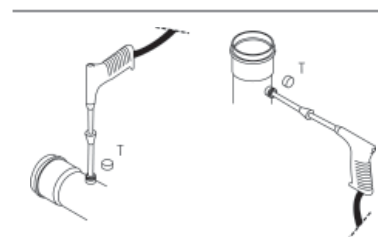

Fig. 5.d
1. togliere il tappo T dal tronchetto d'ispezione del tubo di scarico fumi dell'umidificatore (Fig. 5.d);